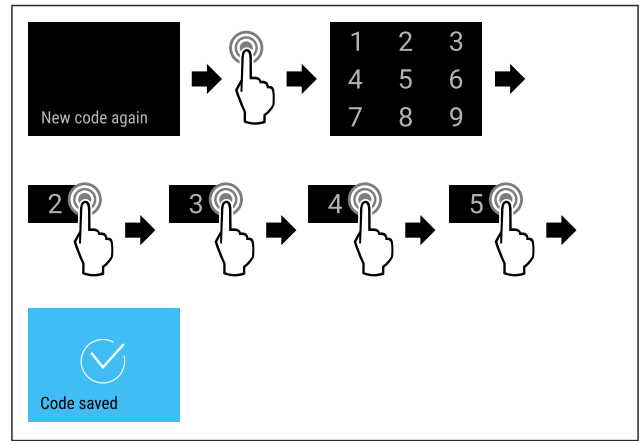

Fig. 86
- ▶ Wykonać czynności (patrz Fig. 86).